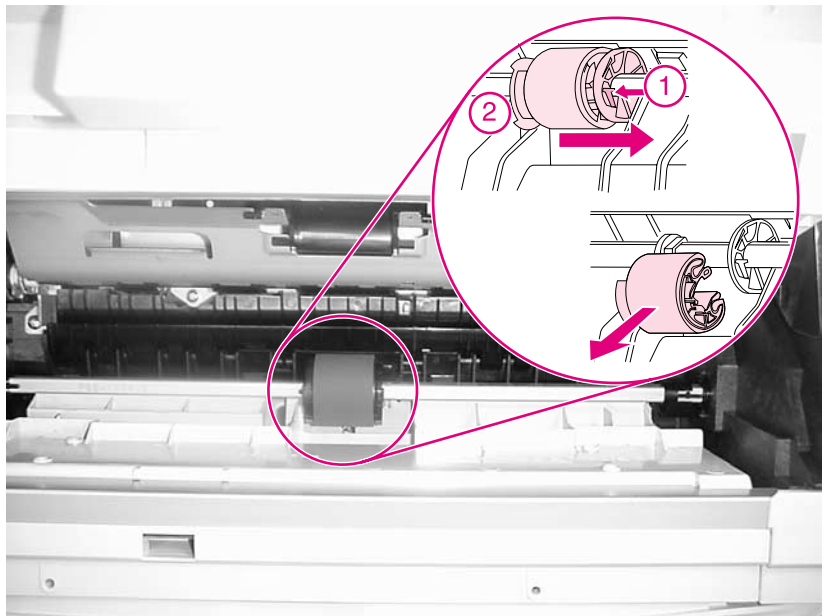

Figura 6
- 2 Sollevare la linguetta di blocco (Figura 6, elemento 1) sul lato destro del fermo a camme del rullo e far scorrere il fermo verso destra.
- a. Orientare il rullo in modo che l'impugnatura (Figura 6, elemento 2) sia posizionata sulla sinistra.